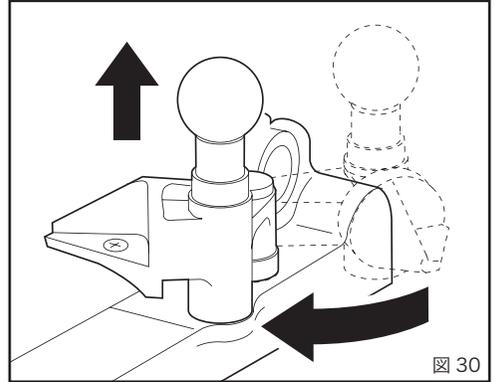
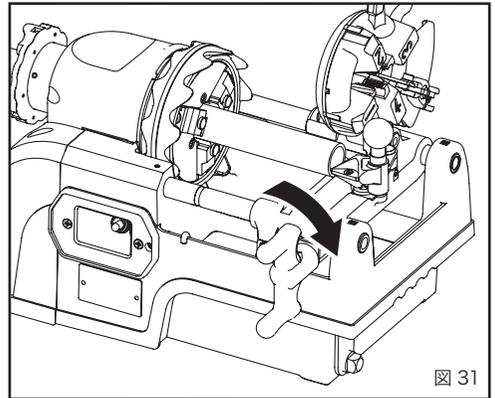

図 30
図 31
- ① 使用しないダイヘッドとカッターを起こしてください。(図 30)
- ② リーマのセットノブを持ち上げ、リーマを面取り位置にセットします。
- ③ スイッチを入れてパイプを回転させてから、送りハンドルでリーマをパイプに押しつけ、パイプが1回転以上したらリーマをパイプからはなしてください。これで面取りは完了です。(図 31)